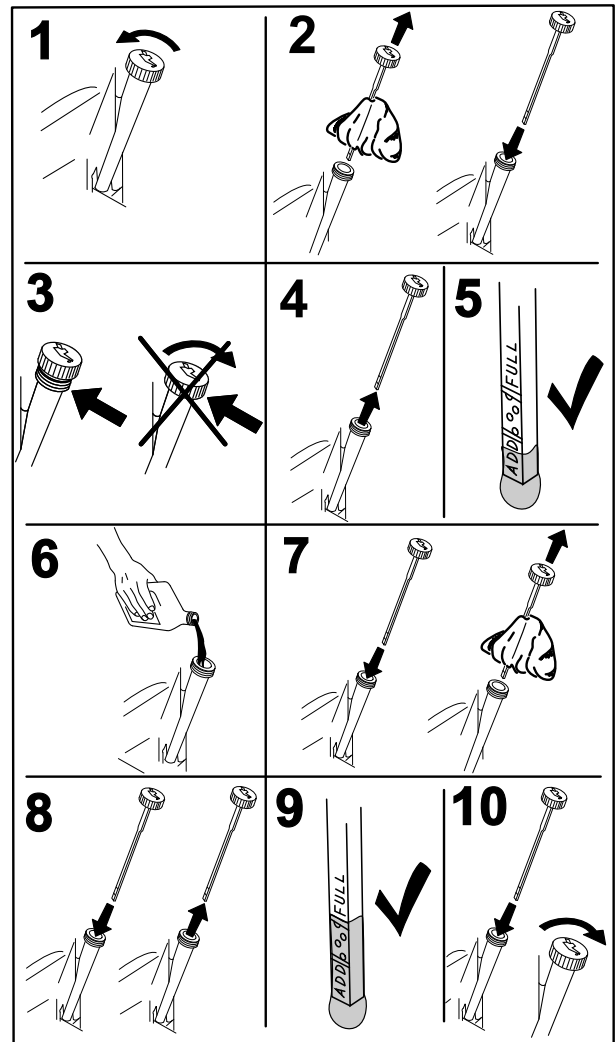

Bild 38
- Stellen Sie vor dem Verlassen des Fahrersitzes den Motor ab, ziehen Sie den Schlüssel ab und warten Sie, bis alle rotierenden Teile zum Stillstand gekommen sind (Bild 38).